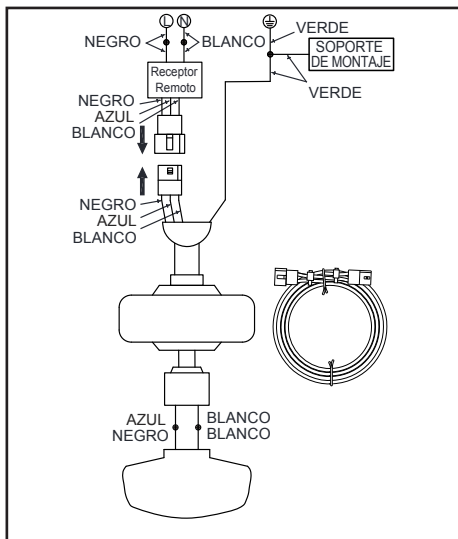

Figura 11
1. Si usas el ensamblaje de tubo bajante/esfera de 4.5 plg (11.4 cm) incluido, conecta los cables del receptor a los cables del ventilador uniendo el enchufe del adaptador moldeado del receptor con el adaptador moldeado del conjunto del motor del ventilador. (Figura 11)